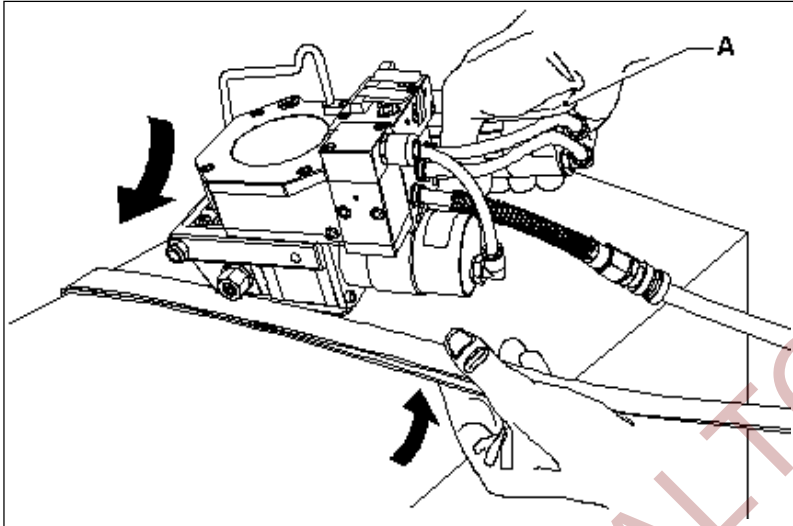

FIG. 4
- Aprire la reggiatrice stringendo con la mano destra l'impugnatura della stessa contemporaneamente alla leva (A). Nel frattempo inserire con la mano sinistra le due regge ben allineate. Allentare la presa. Le guide manterranno le regge ben allineate (fig.4).
- Open the strapping machine by squeezing its grip together with the lever (A). Meanwhile with the left hand insert the two straps well aligned. Loosen grip. The guides will keep the straps well aligned (fig. 4).
- Ouvrir la cerceuse en serrant, avec la main droite, la poignée de celle-ci, simultanément au levier (A). Dans le même temps, avec la main gauche, insérer les deux feuillards bien alignés. Relâcher la prise. Les guides maintiendront l'alignement des feuillards (fig.4).